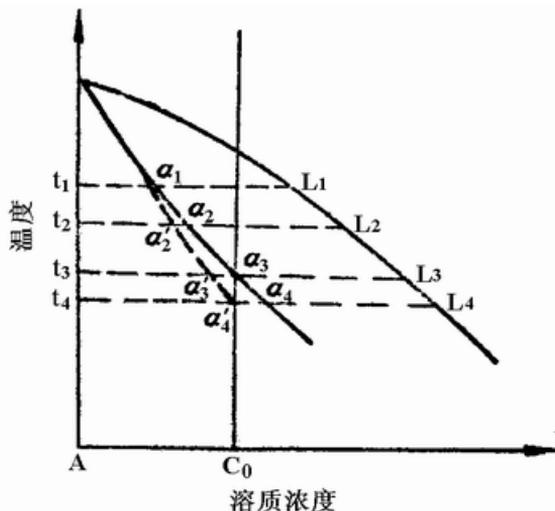

图 3
1. 根据图 3，详细分析成分为 C_0 的匀晶系合金在快冷条件下的不平衡结晶过程。